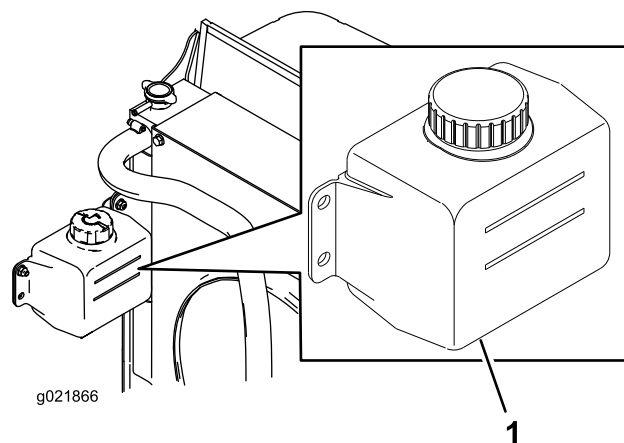

Figura 69
1. Verifique o nível de líquido de arrefecimento do depósito secundário (Figura 69).